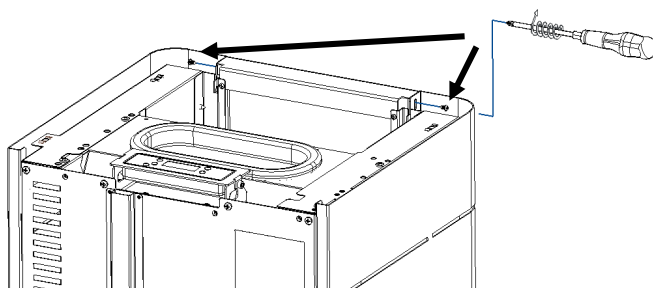

Figura 39 – Fixação capas laterais
d) Apertar as laterais ao frontal, tal como demonstra a figura 39 (utilizar 2 parafusos A).